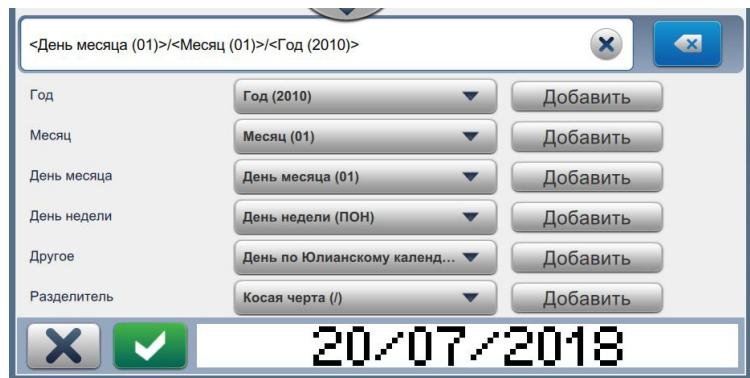
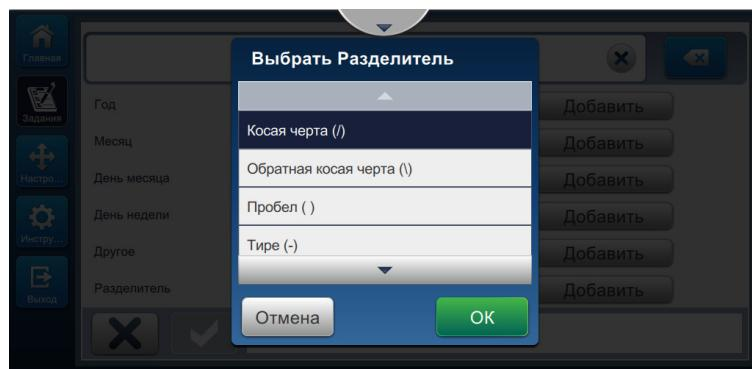

Рис. 5-10: Экран настройки даты
Рис. 5-11: Экран настройки разделителя даты
2. Выберите необходимый формат из списка вариантов (доступны параметры «Год», «Месяц», «День месяца», «День недели», «Другое» и «Разделитель»), как показано на Рис. 5-10. Каждый из этих форматов имеет несколько вариантов оформления, которые можно выбрать из раскрывающегося списка. Пример показан на Рис. 5-11.
3. Выбрав необходимый формат, нажмите кнопку **Добавить**, чтобы перейти к настройке формата даты. Отобразится созданный формат даты, как показано на Рис. 5-10.